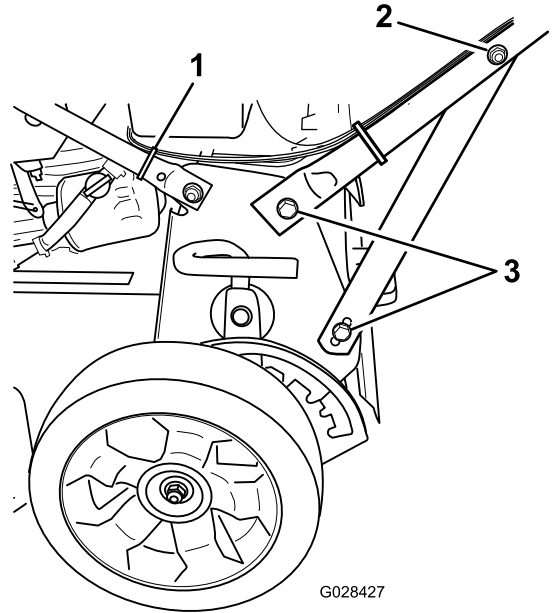

Bild 4
4. Ziehen Sie die Befestigungen an beiden Seiten der Maschine an, die den Holm stützen, wie in Bild 4 abgebildet.
2. Mutter an Holmstützhalterung (2)
3. Schraube (4)
5. Befestigen Sie die Kabel mit einem Kabelbinder an der in Bild 4 abgebildeten Stelle am unteren Holm.